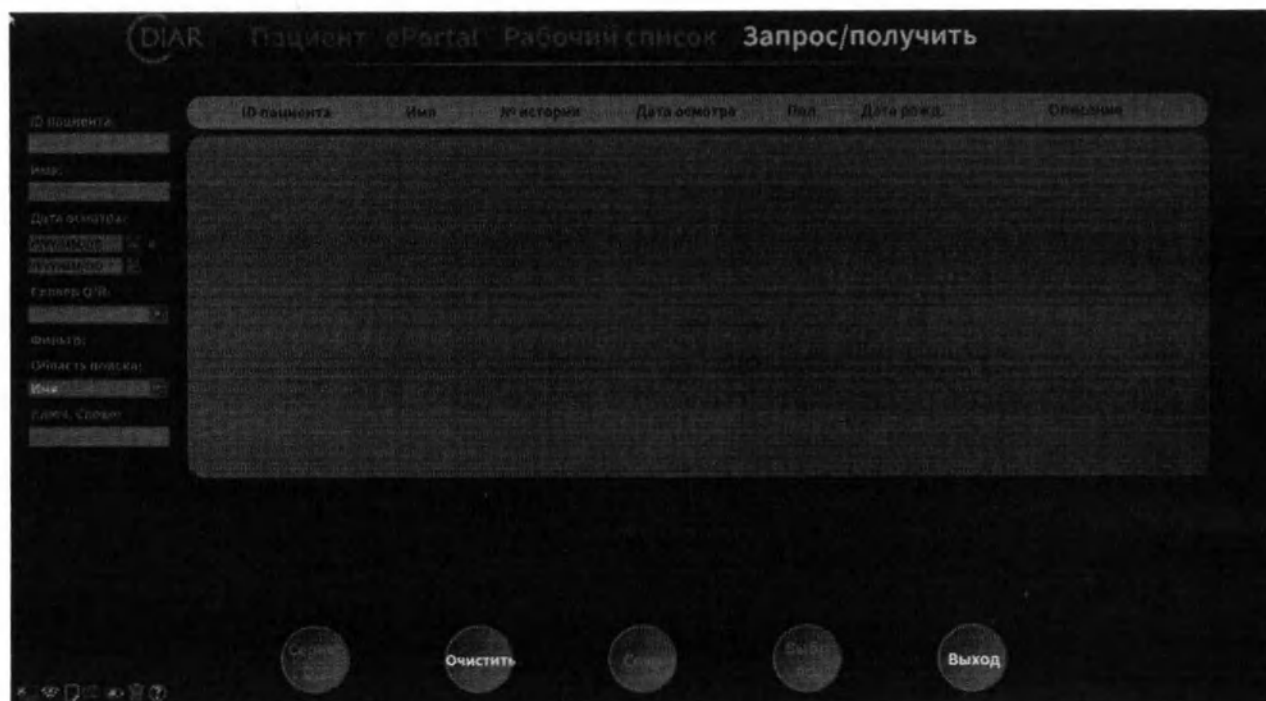

Рисунок 19. Раздел «Запрос/получить»
5). Информация об исследовании может быть очищена системным администратором в разделе «Запрос/получить» (рис. 19).